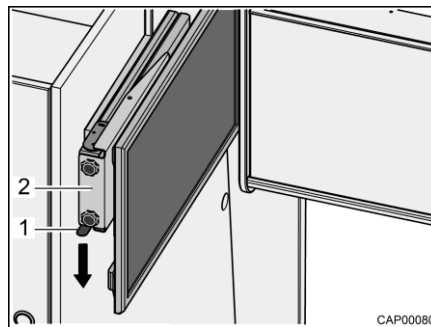

Bild 37 Auszug mit Flachbildschirm
- Rastfeder (Bild 37,1) nach unten drücken und Auszug (Bild 37,2) mit Flachbildschirm waagrecht in Richtung Fahrzeugmitte herausziehen.
- Auszug (Bild 37,2) mit Flachbildschirm waagrecht bis zum Anschlag schieben. Die Rastfeder (Bild 37,1) rastet hörbar ein.